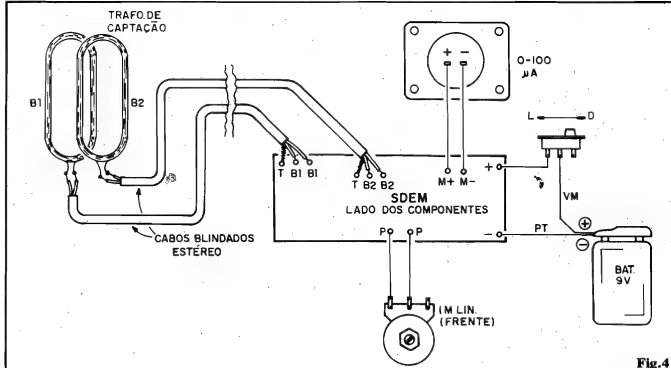

Fig.4
- FIG. 4 - CONEXÕES EXTERNAS À PLACA - O Circuito Impresso continua visto pelo seu lado "sem cobre" (face onde ficam os componentes), porém enfatizando-se agora apenas as conexões externas... Atenção aos seguintes pontos: